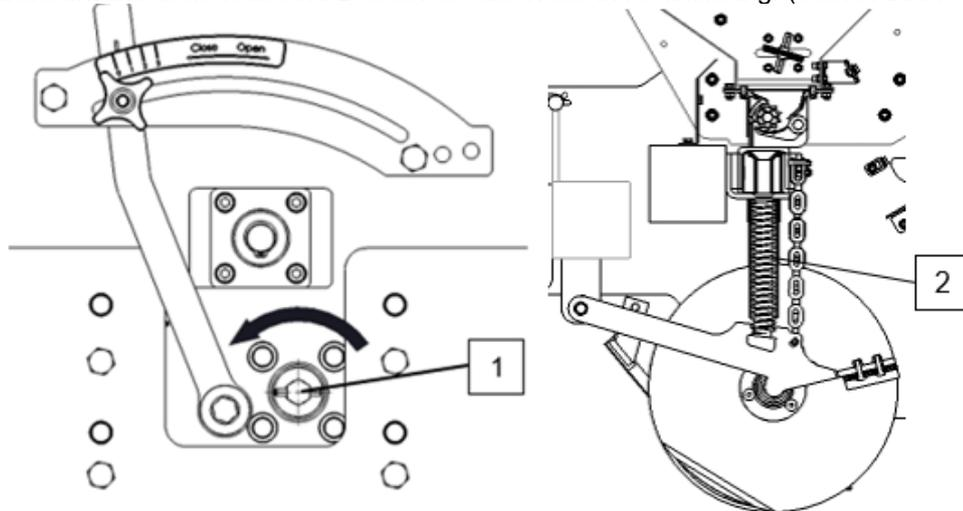

Abb. 7-1
- Überprüfen Sie, ob sich die Welle, die die Saatbecher antreibt, reibungslos dreht. Bei leerem Trichter muss sich die Welle (1) mit einem Schraubenschlüssel ohne großen Kraftaufwand drehen lassen. Drehen Sie die Welle in Pfeilrichtung. (Siehe Abb. 7-1)
- Prüfen, dass der Saatkanal (2) nicht verstopft ist. (Abb.7-1)